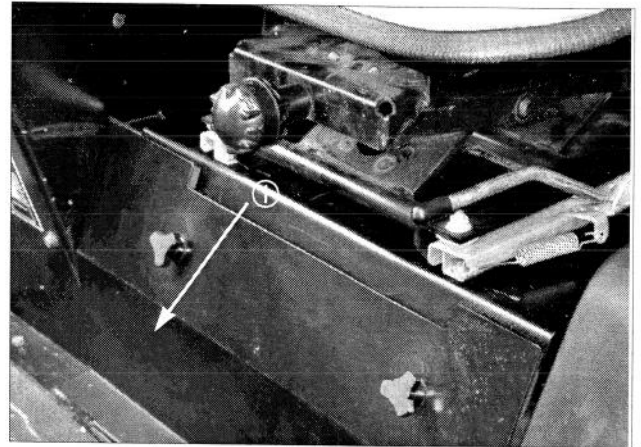

Figure 6
## AVANT (Fig. 6 & 7)
2. Retirer le panneau d'accès (Fig. 6) à l'avant du siège pour exposer l'essieu avant/la jauge.